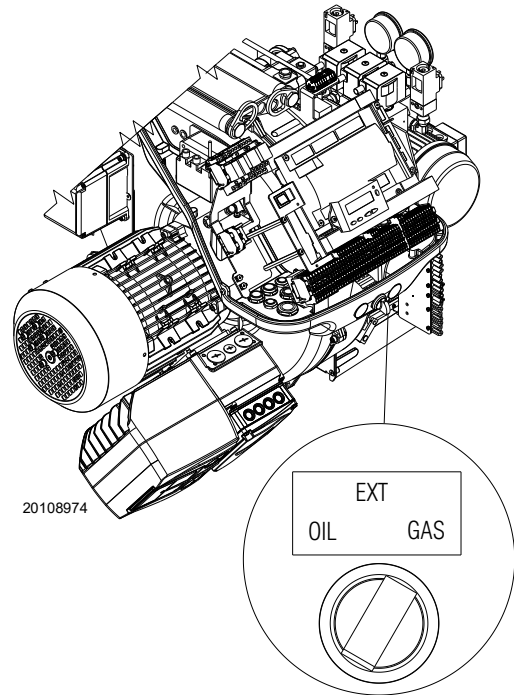

Fig. 39
- 1 cu selectorul „OIL-EXT-GAS” (Fig. 39);